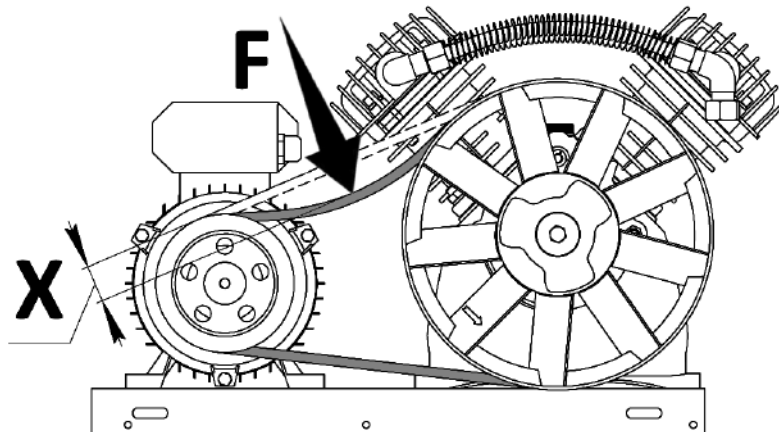

Рисунок 9
Для проверки натяжения ремней (рисунок 9) выполните следующие действия:
- Подставьте под конденсатоотводчиком емкость для сбора конденсата (рисунок 9).